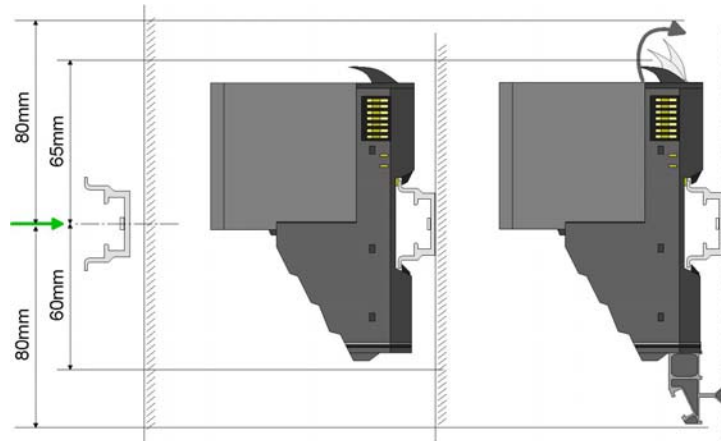

Abb. 5-5: Montageabstände
- ➔ Montieren Sie die Profilschiene mit den notwendigen Abständen (siehe Abb. 5-5: "Montageabstände").